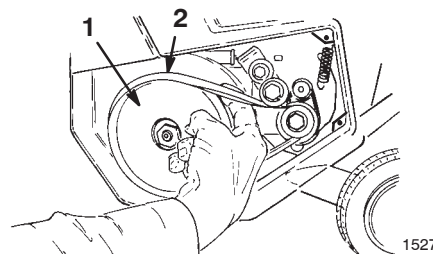

Figure 19
3. Tournez le rotor de la main gauche et déposez la courroie de la grande poulie avec la main droite (Fig. 19).
2. Déposez la grande courroie en la déchaussant avec précaution de la petite poulie (Fig. 19). Reportez-vous aux points 2 et 3 de la section Remplacement de la grande courroie, page 10.